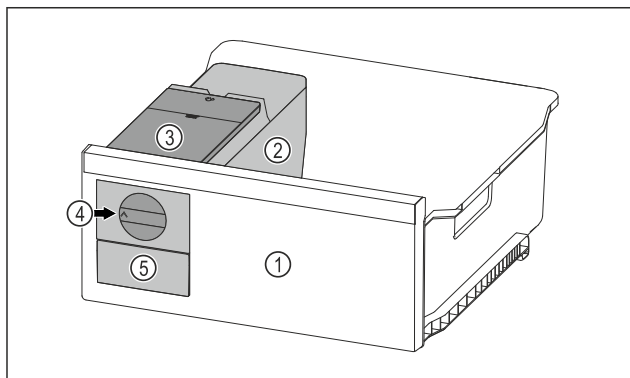

Fig. 127 Beispielhafte Darstellung
- ▶ Drehknopf Fig. 127 (4) im Uhrzeigersinn bis zum Anschlag drehen.
- ▶ Eiswürfel fallen aus der Eiswürfelschale in das Eiswürfelschubfach Fig. 127 (5).